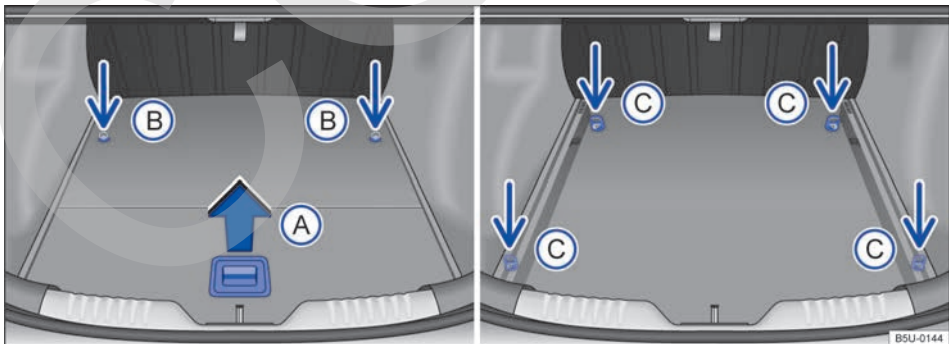
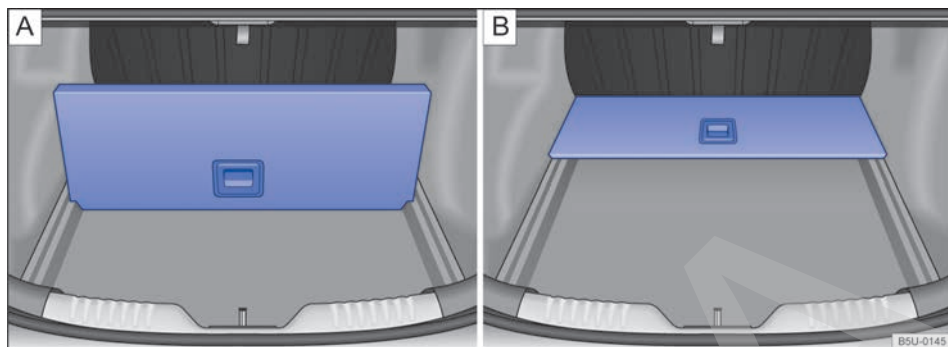

Fig. 80 En el compartimento de equipaje: apertura y remoción del portaobjetos.
Fig. 81 En el compartimento de equipaje: uso del portaobjetos.
- Para **abrir**, tirar de la empuñadura → **fig. 80 A** hacia arriba y deslizar la tapa para el interior del vehículo. La tapa del portaobjetos puede abrirse parcialmente hasta la posición → **fig. 81 A** o totalmente hasta la posición → **fig. 81 B**. La tapa del portaobjetos es articulada con dos dobladuras para facilitar el manejo.
- Para quitar la tapa, soltar los tornillos de fijación → **fig. 80 B**.
- Soltar los tornillos de fijación → **fig. 80 C** para quitar las barras laterales del portaobjetos, una de cada vez. Existen dos tornillos por dentro del portaobjetos y dos tornillos por fuera del portaobjetos.